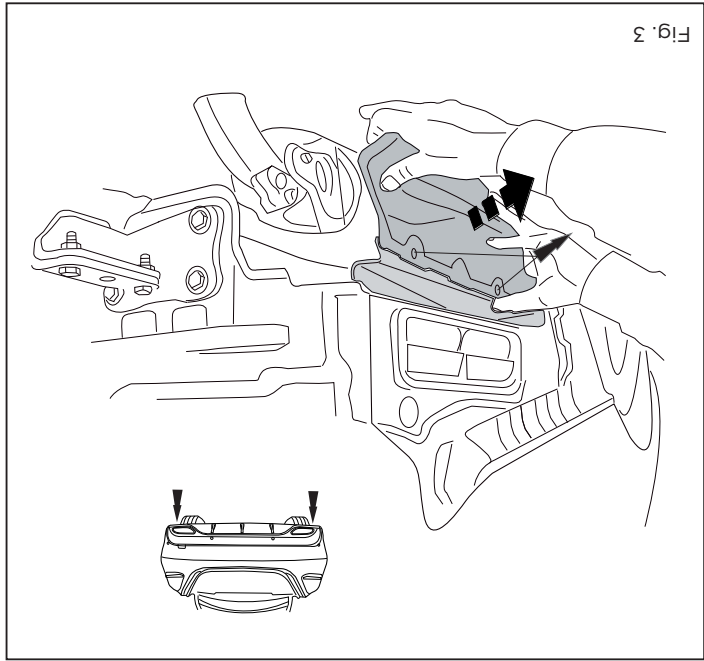

Fig. 3
3. Remove the heat shield on the right and on the left. See figure 3.
3. Links und rechts das Hitzeschild abmontieren. Siehe Abbildung 3.